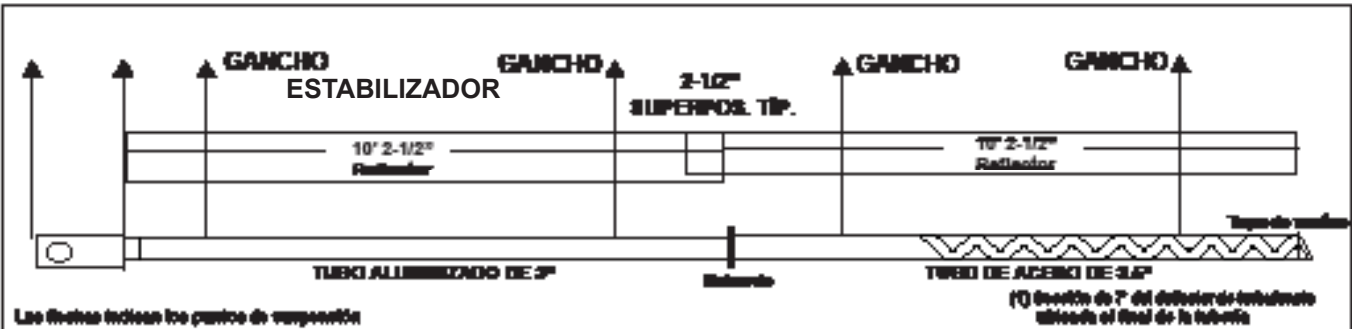

Figura 2A JET20
- Planificar los soportes para el lugar (ver la Figura 2A-B comenzando en la página 6).